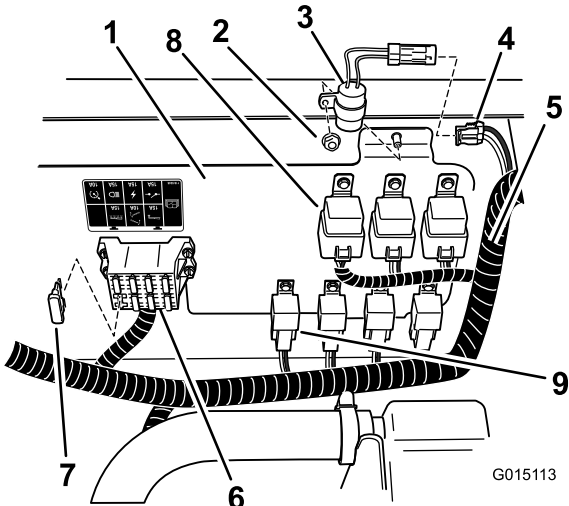
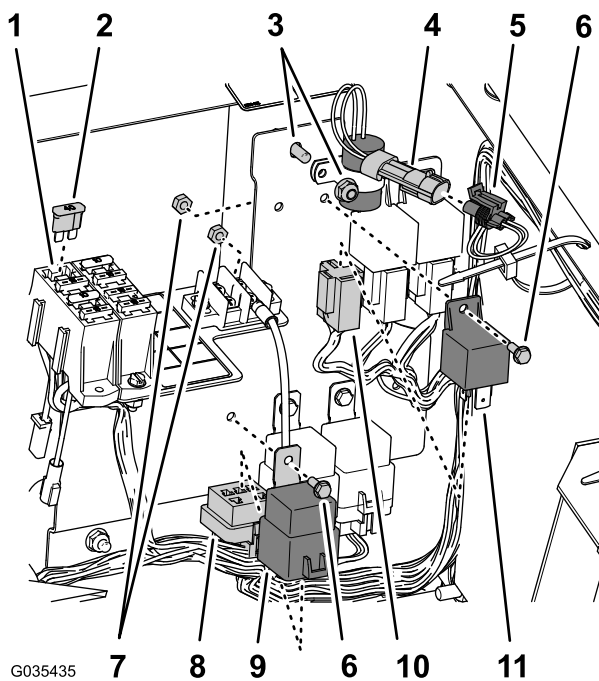
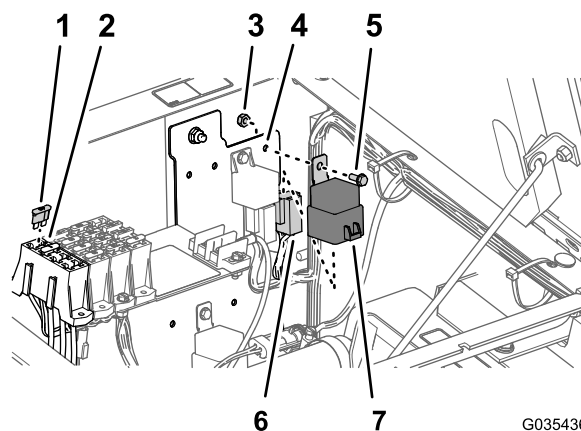

Figura 26
Figura 27
Figura 28
- Instale el temporizador de retardo en la posición mostrada en Figura 26 o Figura 27 con la contratuerca desde el panel eléctrico.
- Conecte el temporizador en el conector hembra de 2 vías etiquetado como temporizador de retardo del arnés de cables de la máquina (Figura 26 o Figura 27).
3. Instale un fusible (40 A) en la ranura abierta del bloque de fusibles, según se muestra en la Figura 26, la Figura 27 o la Figura 28.
4. Posicione el relé y el relé de potencia junto a los otros relés del mismo tipo y sujételos al panel (Figura 26, Figura 27, o Figura 28) con los 2 pernos con bridas (Nº 10-24 x 1/2") y 2 contratuercas (Nº 10-24).
5. Localice los conectores hembra de 4 vías y el conector hembra de 5 vías en el arnés principal y conéctelos al relé (4 pines) y al relé de potencia (5 pines), tal y como se muestra en la Figura 26, la Figura 27 o la Figura 28.